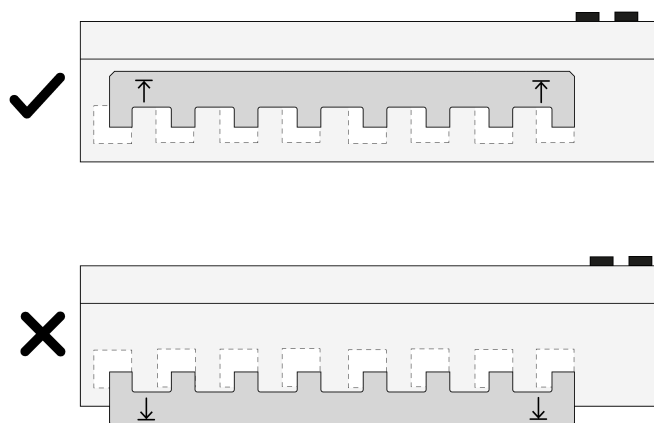

рисунок 6: Монтаж фазной шины
- Выровняйте фазную шину по нанесенным стрелкам и подключите ее к соединительным клеммам (см. рисунок 6).